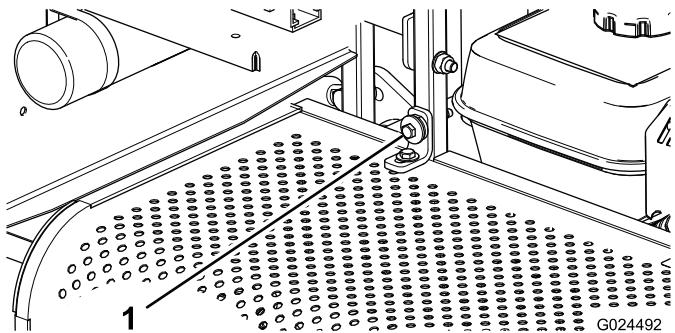

Bild 22
1. Entfernen Sie die Befestigungsschraube und nehmen Sie die hintere Abdeckung ab (Bild 22).